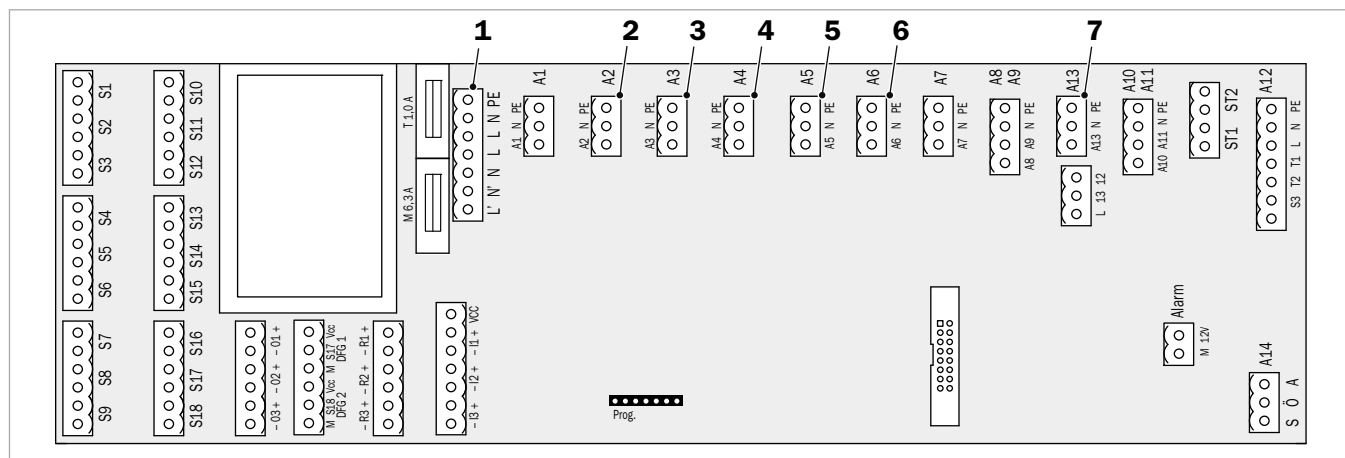

Fig. 32 : élément de réseau
2. Débranchez la fiche de (1) de l'élément réseau (→ fig. 32), puis branchez-la sur (1) du faisceau de câbles d'urgence.